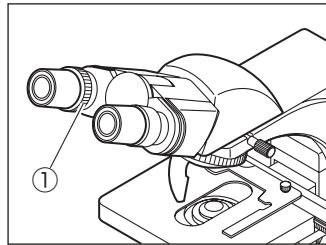

図22
3.2.7 視度の調整 (図22)
- 2 左の接眼鏡筒を左眼で覗き、像が鮮明でなければ、視度調節リング①を使用してピントを合わせます。